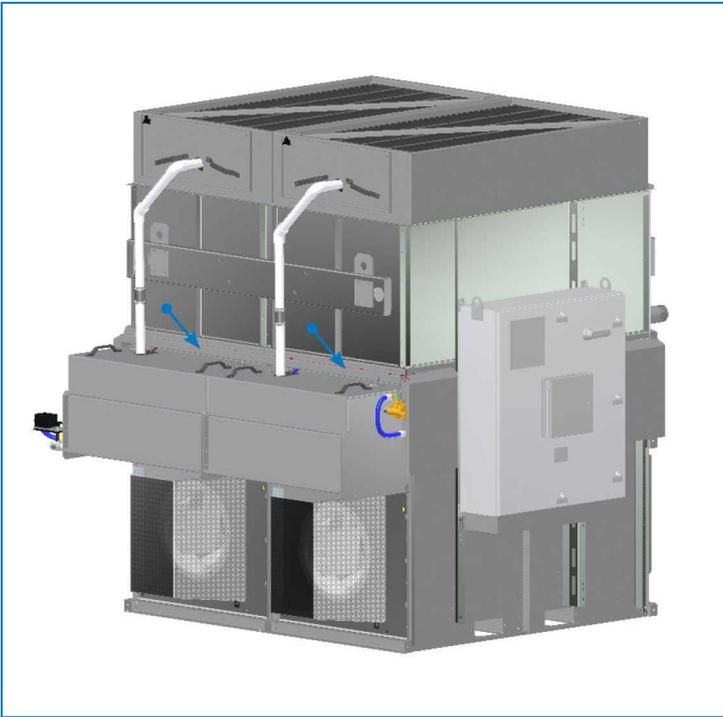

Abbildung 19 Kabelabdeckung einbauen
10. Bringen Sie die Kabelabdeckplatte oben am Sprühwasserbecken an. Siehe Abbildung 19. Bringen Sie die Abdeckplatte hinten und an der Seite an. Siehe Abbildung 11 und 12. Bauen Sie schließlich die Abdeckplatten rund um die Konsole des iPilot™-Steuerungssystems an, siehe Abbildung 14.